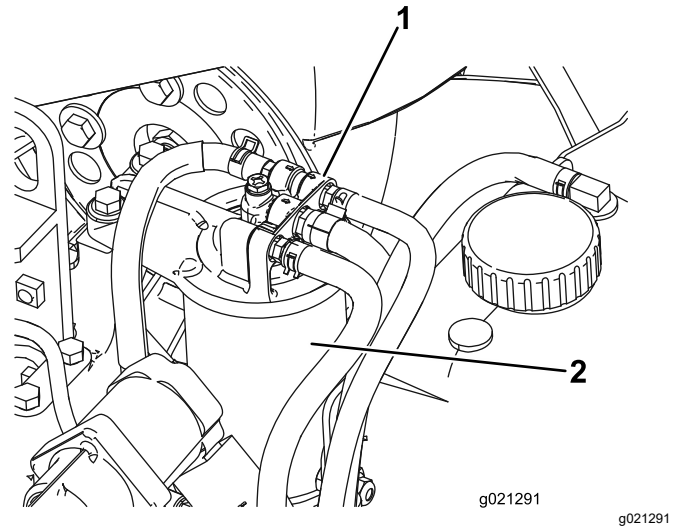

Figura 84
2. Pulite le superfici circostanti la testa del filtro del carburante (**Figura 84**).
3. Togliete il filtro e pulite la superficie di montaggio della testa del filtro (**Figura 84**).